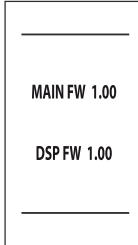

fig. 7 - Encendido / Versión del software
- En los 5 primeros segundos, en la pantalla se visualiza la versión del software de la tarjeta y de la pantalla (fig. 7 - Encendido / Versión del software).